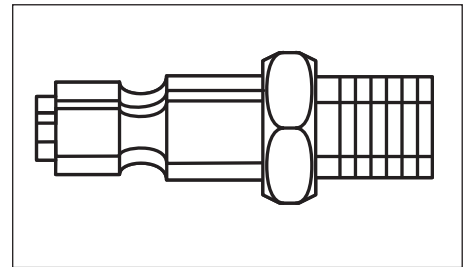

Figura 3 - Conector rápido
**CONECTOR RÁPIDO** — Un conector rápido está diseñado para trabajar en combinación con un acoplador rápido para unir rápida y fácilmente una herramienta neumática con una manguera de aire (Ver Figura 3).